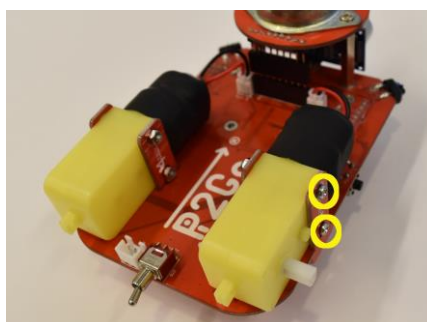

図 11 :
3.2.2.とは反対面にモータをモータマウンタ (T 字), 25mm ネジ, ナットを使って固定する. モータマウンタのうち, 内側は基板の裏側から通す. モータは軸が外側に向く方向に取り付ける (図 11).